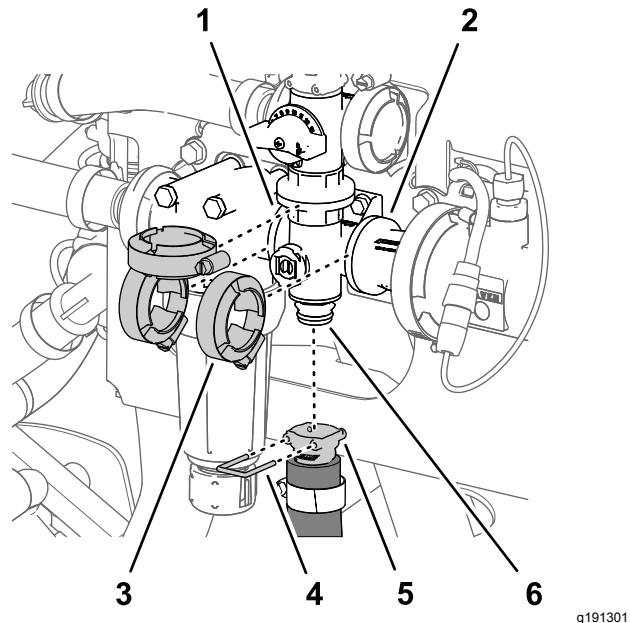

图 108
1. 拆下将搅拌软管快速连接耦合器固定至搅拌阀歧管上的快速连接销 图 108。
2. 取下将搅拌阀歧管固定至压力式滤清器头和耦合适配器的法兰上的 3 个法兰夹具图 108。